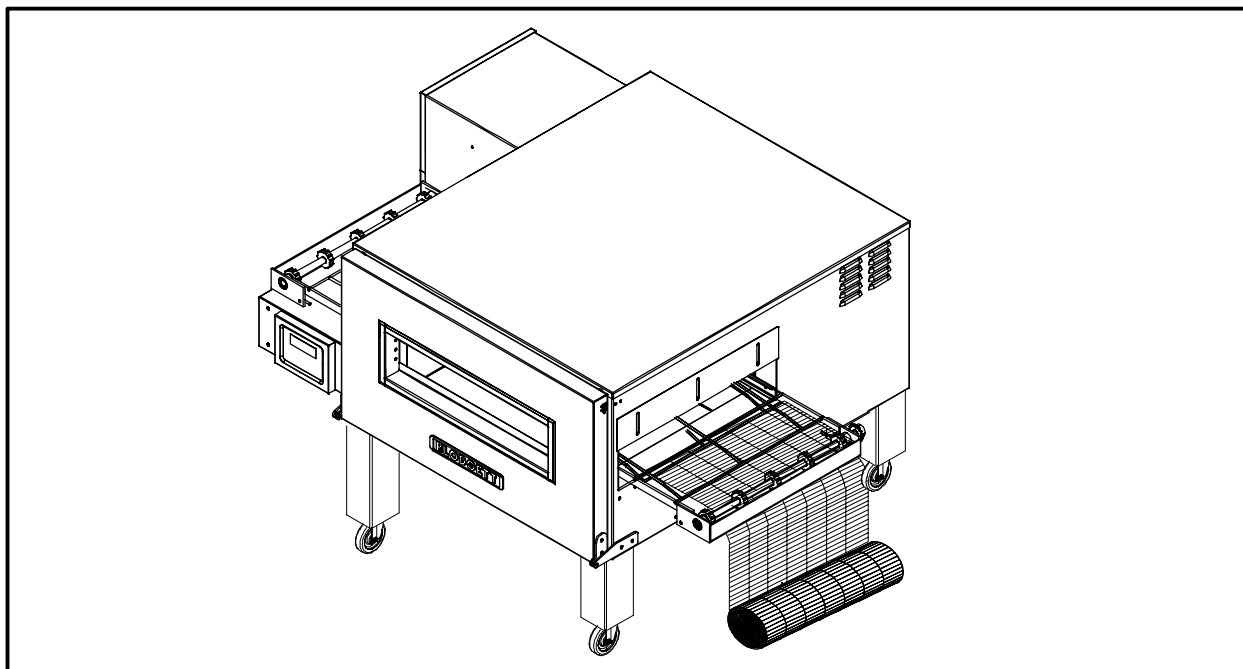

Figure 9
1. Rentez la courroie du convoyeur à partir du côté droit du four. La courroie a des boucles aux deux extrémités. Ces boucles doivent voyager à rebours sur la crémaillère du convoyeur pour éviter tout dommage. Voir la Figure 9 pour la bonne orientation de la courroie.